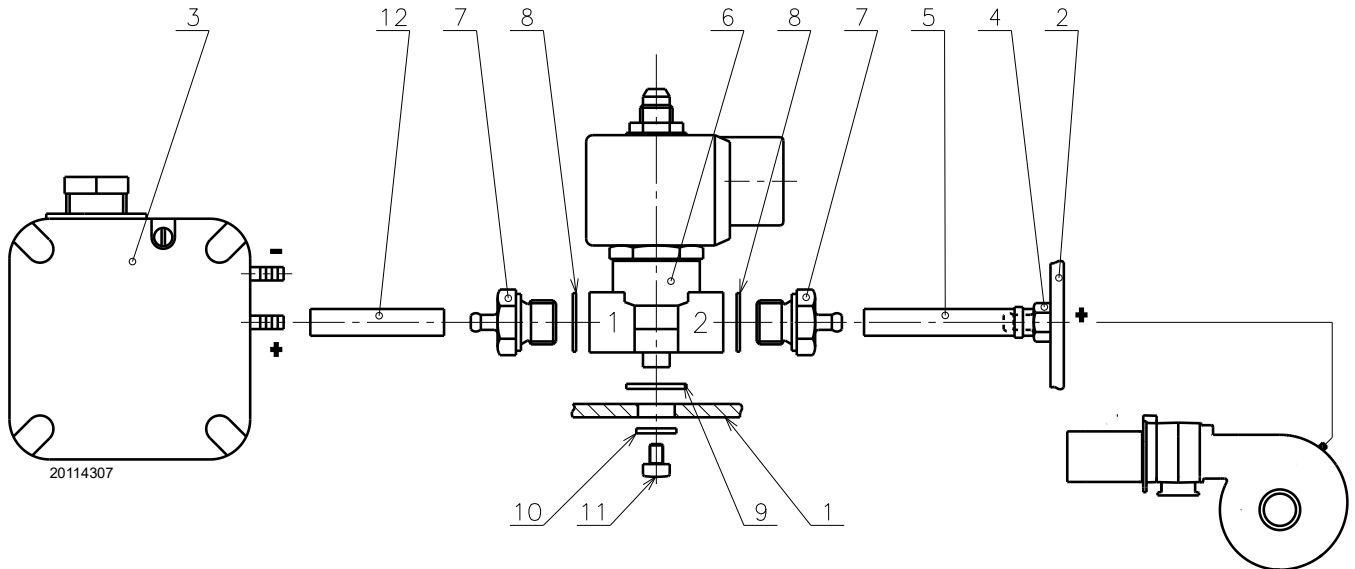

Abb. 1
- Verbinden Sie die Anschlüsse 7)(Abb. 1) mit dem Ventil 6) und fügen Sie die Dichtungen 8) dazwischen. Befestigen Sie das Ventil dann mit der Schraube 11) und fügen Sie die mitgelieferten Unterlegscheiben 9) und 10) dazwischen (siehe Befestigungsbeispiel).